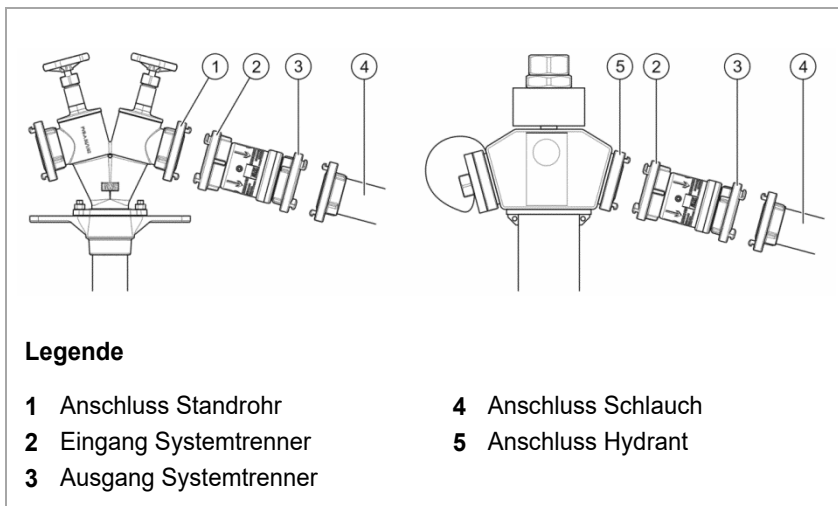

Fig. 2 Handhabung
Im Text steht ein Hinweis auf eine Abbildung mit Positionsnummer in Klammern: (Fig. 2/4) bedeutet Positionsnummer 4 in Abbildung 2.
1. Die Kupplung an der Eingangsseite des Systemtrenners (Fig. 2/2) mit der Hand oder einem Kupplungsschlüssel am Standrohr (Fig. 2/1) oder am Überflurhydranten (Fig. 2/5) anschließen.
2. Die Schlauchkupplung (Fig. 2/4) an der Ausgangsseite des Systemtrenners (Fig. 2/3) mit der Hand oder einem Kupplungsschlüssel anschließen.
2. Den Schlauch an der Ausgangsseite (Fig. 2/3) mit der Hand oder einem Kupplungsschlüssel vom Systemtrenner lösen.
3. Die Kupplung an der Eingangsseite des Systemtrenners (Fig. 2/2) mit der Hand oder einem Kupplungsschlüssel vom Standrohr / vom Überflurhydranten trennen.